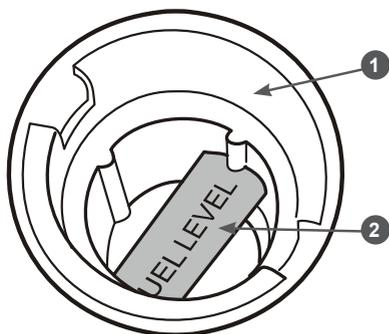

Рис. 11. Указатель максимального уровня топлива в топливном баке
*Не заполняйте топливный бак полностью. Заполняйте топливный бак не выше указателя максимального уровня («FUEL LEVEL»), расположенного в сетчатом фильтре в горловине топливного бака (Рис. 11).*
3. Залейте бензин в топливный бак при помощи специальной емкости или воронки до уровня, показанного на Рис. 11.